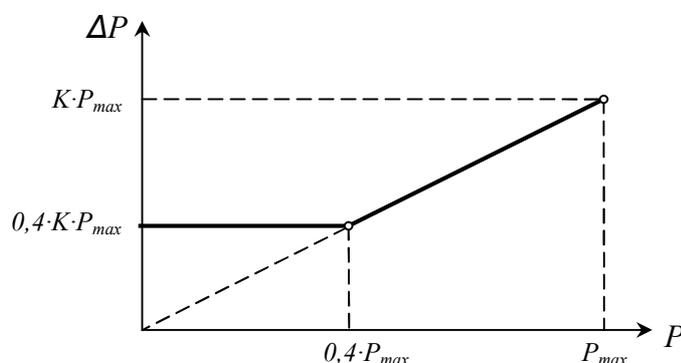

Рис.1.3 График зависимости предела абсолютной допускаемой погрешности измерения давления от величины давления внутри поддиапазона
Графически зависимость $\Delta P (P)$ представлена на рис.1.3.